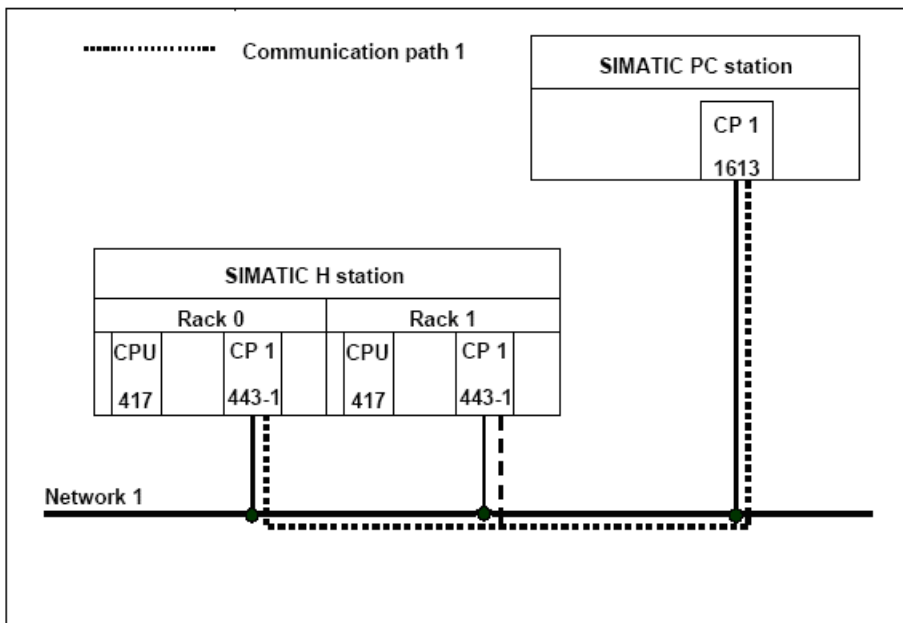

图 3-19 H 系统与 WinCC 的单路径连接
(1) H 系统与 WinCC 的单路径连接(如图 3-19)